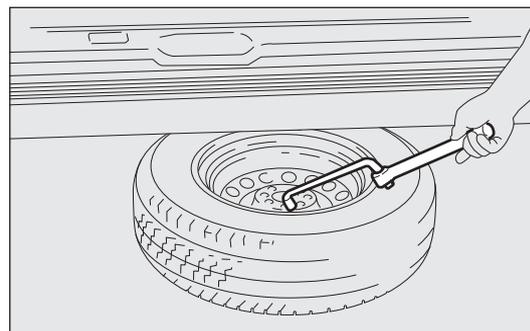

Abb. 169
- mit dem Radschlüssel das Rad unter dem Fahrzeug hervorziehen Abb. 169;